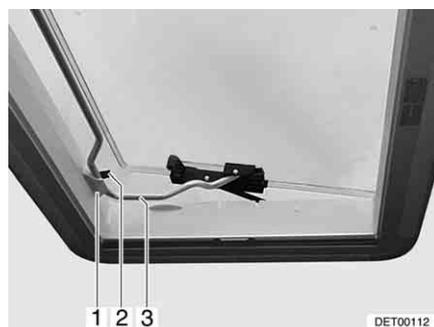

Fig. 76 Lanterneau Heki en position de ventilation 2
- Insérer l'étrier (Fig. 76,3) dans le support (Fig. 76,1).
- Placer le levier (Fig. 76,2) sur l'étrier.